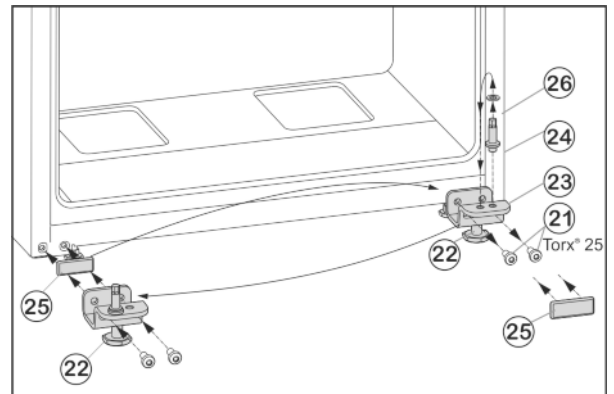

Fig. 7
- ▶ Vysrutkujte upevňovacie skrutky Fig. 7 (21).
- ▶ Kompletnú ložiskovú konzolu dole Fig. 7 (23) odoberte spolu s ložiskovým čapom Fig. 7 (24), podložkou Fig. 7 (26) a nastaviteľnou nohou Fig. 7 (22).
- ▶ Ložiskový čap Fig. 7 (24) kompletne spolu s podložkou Fig. 7 (26) vysrutkujte, premiestnite ho do protiahlého otvoru uloženia ložiskovej konzoly a znovu ho pevne priskrutkujte.
- ▶ Opatrne odnítte kryt Fig. 7 (25) a premiestnite ho na opačnú stranu.
- ▶ Ložiskovú konzolu dole Fig. 7 (23) kompletne spolu s ložiskovým čapom Fig. 7 (24), podložkou Fig. 7 (26) a nastaviteľnou nohou Fig. 7 (22) znovu nasrutkujte na novú stranu závesu, príp. ju znovu pomocou akumulátorového skrutkovača **pevne utiahnite (4 Nm)**.
- ▶ Dvere nasadíte zhora na ložiskový čap *Fig. 7 (24)*.
- ▶ Vytočíte nastaviteľnú nohu *Fig. 7 (22)* na ložiskovej konzole dole *Fig. 7 (23)*, pokiaľ nedosadá na podlahu.